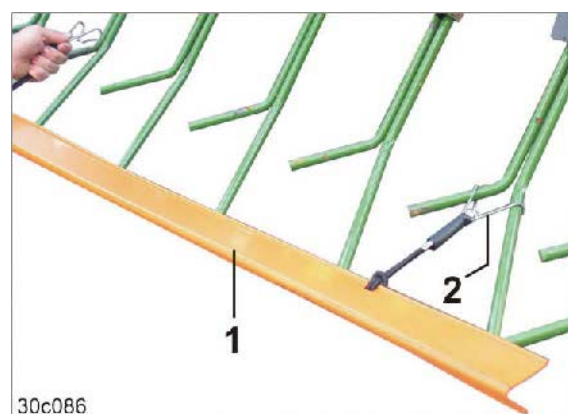

Fig. 140
1. Løsne fjærholderne (Fig. 140/2) og fjern den flerdelte trafikksikkerhetslisten (Fig. 140/1).